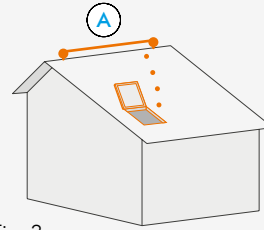

Fig. 3
- from inside, through a suitable trapdoor (Fig. 3).
- Desde el interior, a través de una trampilla (Fig. 3).